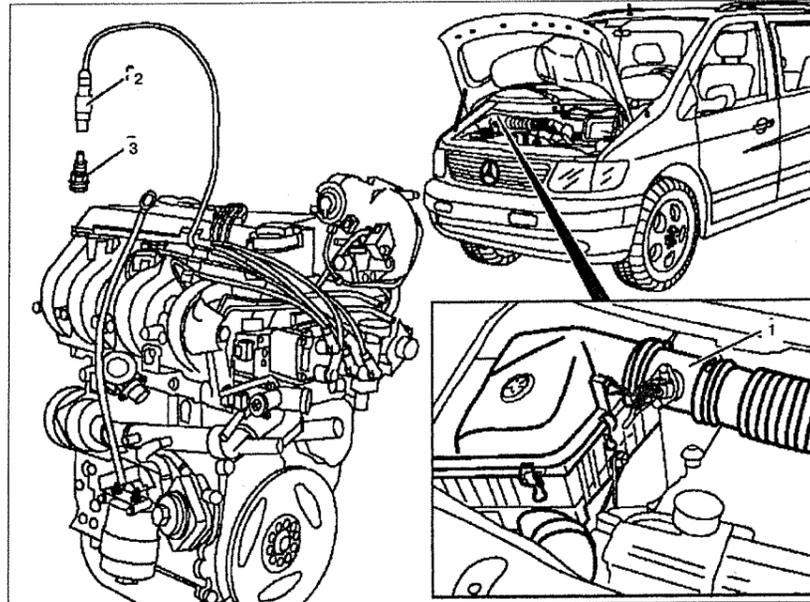

Рис. 1.19. Замена свечей зажигания на двигателе 104.900:
9. Снимите массовый датчик расхода воздуха 1 (см.рис.1.19).